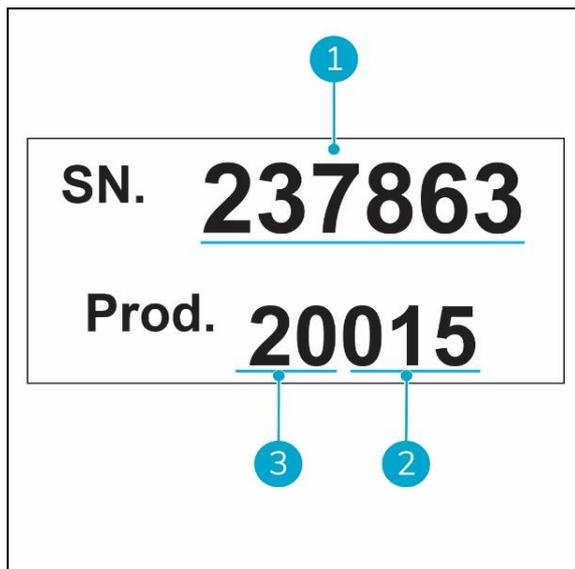

Figura 3
- Numero di serie (Figura 3, pos. 1).
- Giorno di produzione (Figura 3, pos. 2).
- Anno di produzione (Figura 3, pos. 3).